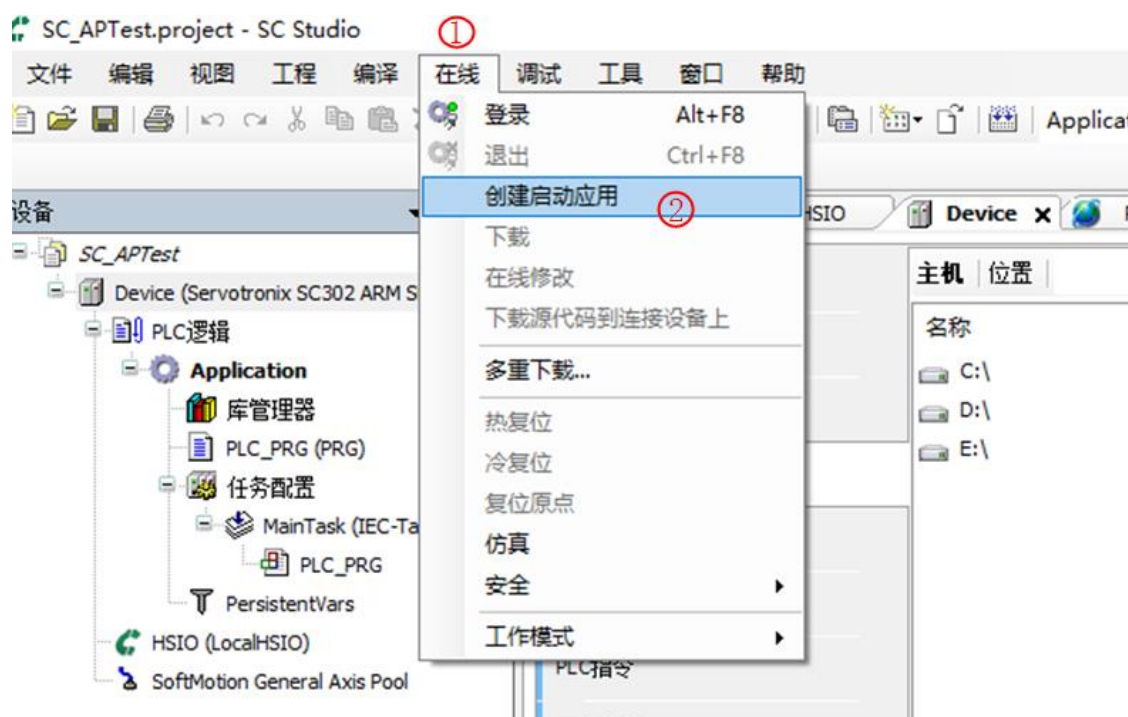

图 16-1 生成目标文件
(1) 按照下图 16-1 所示步骤，在 PC 上对已经调试好的 CODESYS 工程进行编译，创建启动应用，生成目标文件。